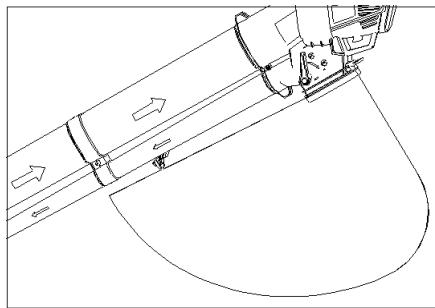
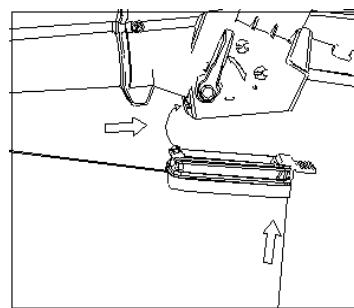

Fig. 7
Fig. 8
3. Montage van de afvalzak (fig. 7 en fig. 8)
Houd de haak van de opvangzak vast aan de buis (zie Fig. 7), en plaats vervolgens de beugel van de opvangzak om de bochtbuis in te steken (Zie Fig. 8).
Selecteer de blaasfunctie met de keuzehendel aan de zijkant van de machine (fig. 7) en schakel deze in. Zet de machine op haar wielen en beweeg haar naar voren met het uiteinde van de buis in de richting van het te verwijderen vuil.
Inspecteer het te reinigen gebied voordat u begint. Verwijder alle vuil en voorwerpen die in de stofzuiger/blazer kunnen worden gegooid, gevangen of verstriktd. Selecteer de vacuümfunctie met de keuzehendel aan de zijkant van de machine (fig. 7) en schakel deze in. Zet het apparaat op zijn wielen en beweeg het naar voren met het uiteinde van de buis naar het op te zuigen vuil. Als alternatief kunt u het uiteinde van de buis net boven de vloer houden en het heen en weer zwaaien terwijl u vooruitgaat, waarbij u het op het op te zuigen vuil richt. Duw het uiteinde van de buis niet in vuil, want dat kan de aanzuigslang verstoppen en de efficiëntie van het toestel verminderen.